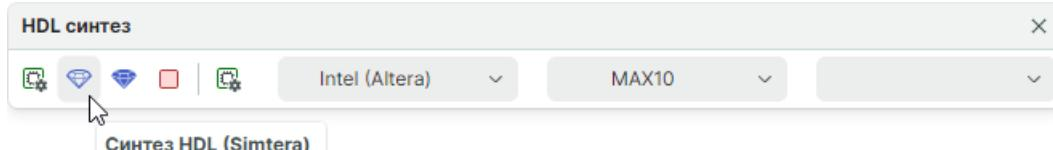

Рис. 52 Расположение кнопки «Синтез HDL (Simtera)»
2. В панели инструментов «HDL синтез» нажмите кнопку  , см. Рис. 52.